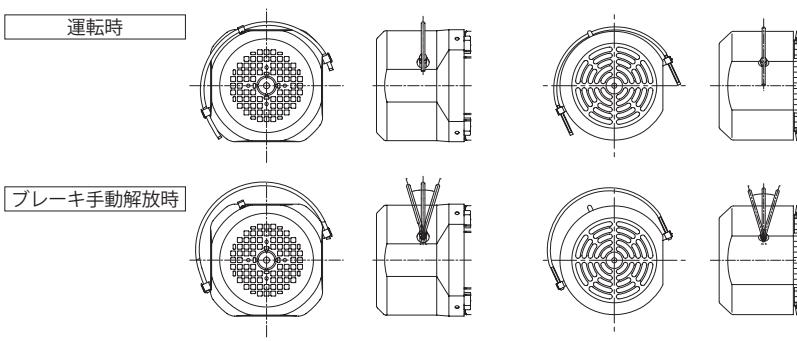

図 8-22
- ゆるめレバーを押し倒すだけで、ブレーキの解放操作を行うことができます。(図 8-22 参照)
- (1) ゆるめレバーをホルダーから引き上げ、負荷側または反負荷側に倒せばブレーキは解放されます。(仕様によっては、ゆるめレバーを負荷側に倒せない場合があります。)